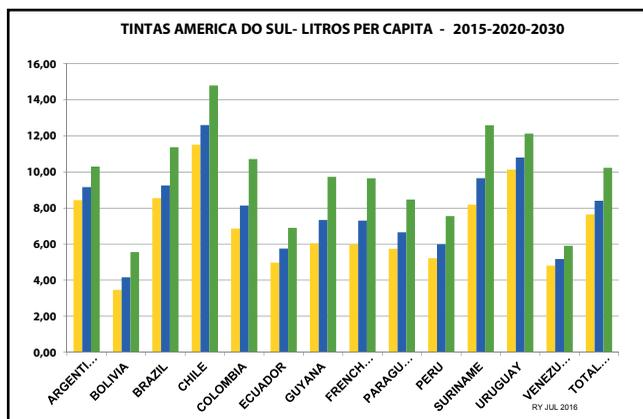

Figura 3. Proyección del Consumo de Pinturas para el 2030
Los estudios de Rácz, Yamaga y Asociados indican que el consumo de pinturas crece juntamente con el aumento del poder de compra de la población en la región como un todo. El modelo seleccionado para proyectar el poder de compra, enfoca el crecimiento de la clase media como proyectado por Cárdenas y otros, para el Instituto Brookings en el 2011 (ref 2 ) para cada país para los próximos 15 años, (Figura 3 ). El artículo de Rácz & Yamaga publicado en el ECJ (ref 3), demuestra la relación entre el consumo per cápita de pinturas y el crecimiento de la clase media en cada país. El valor el mercado total de pinturas en América del Sur fue de 8,4 BI USD en el 2015 (a precios de la industria) y debe llegar a 12,0 BI USD en el 2020, aproximándose a los 22 Billones de USD en el 2030 con un volumen de 4,8 BI litros. Esta es una proyección conservadora con un crecimiento en